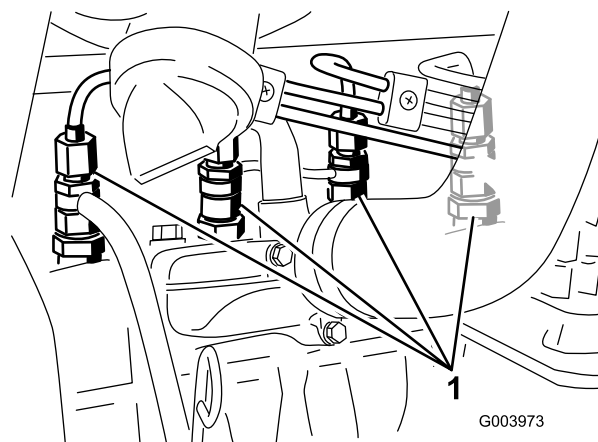

図 38
1. 燃料噴射ポンプの No.1 インジェクタノズル (図 38) へのパイプ接続部をゆるめる。